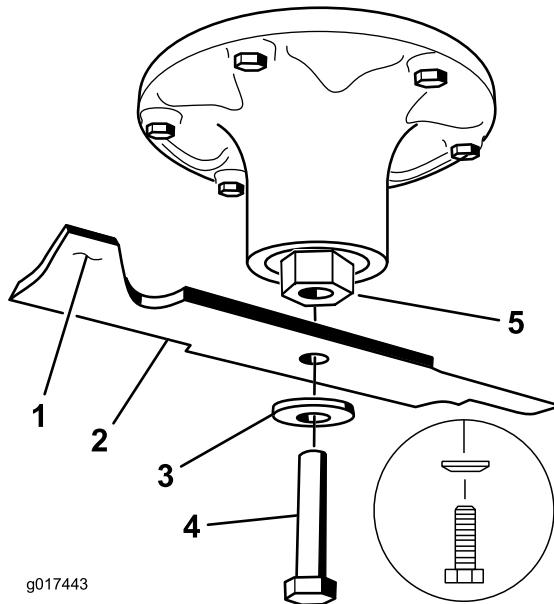

Figure 78
- Enlevez de l'axe, le boulon, la rondelle bombée et la lame (Figure 78).